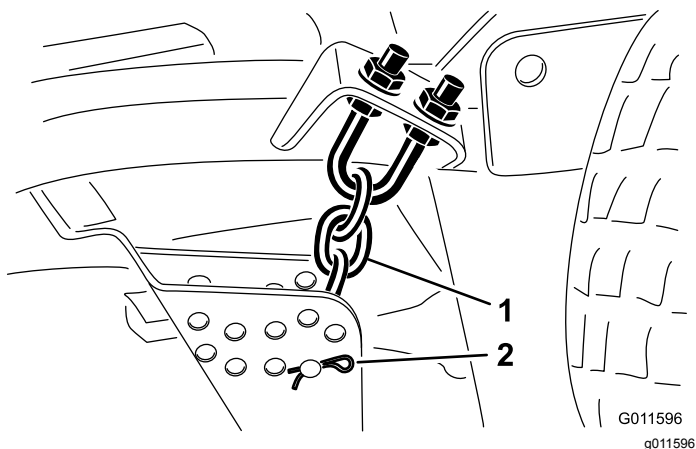

Figure 18
9. Enlevez la goupille fendue et l'axe de chape qui fixent les chaînes de hauteur de coupe à l'arrière du plateau (Figure 18).